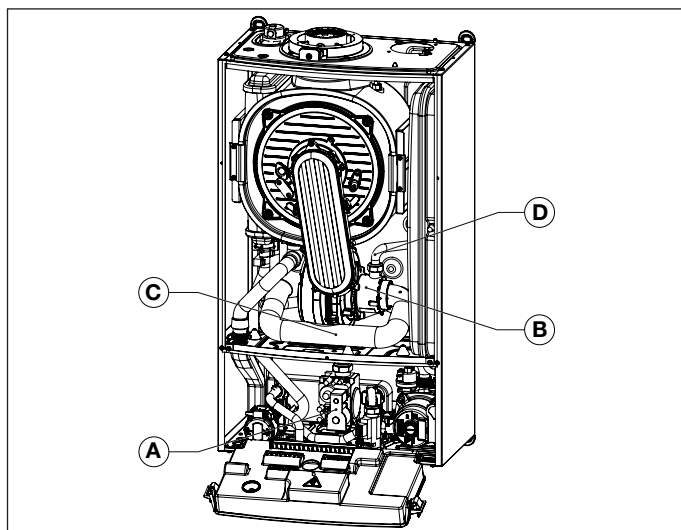

Fig. 30 Tobă de aspirație
- Înlăturați toba de aspirație având grijă să deșurubați mai întâi șuruburile care fixează amestecătorul (vezi Fig. 30 Tobă de aspirație).
- Deconectați conducta de gaz de la amestecător (vezi Fig. 30 Tobă de aspirație).